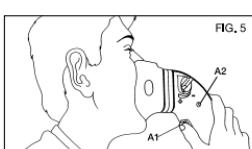

FIG. 5
5. SedeteVi comodamente tenendo il nebulizzatore in verticale, avvicinate la maschera al viso e premete il pulsante (A1) (FIG. 5); la spia luminosa (A2) del nebulizzatore visualizzerà una luce verde fissa e quindi il farmaco nebulizzato inizierà ad uscire. Inspirate dolcemente a fondo. Per aumentare l'efficacia della terapia dopo l'inspirazione trattenete il respiro per un istante, in modo che le goccioline di aerosol inalate possano depositarsi lungo le vie respiratorie. Dopo l'inspirazione rilasciando il pulsante (A1) si ottimizza il consumo di medicinale. Poi espirate lentamente.